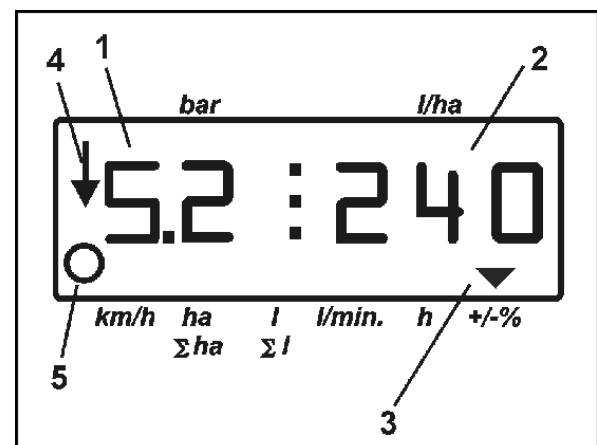

Fig. 13
- Tijdens het spuiten verschijnt het werkmenu op het display. Fig. 13/...
- o spuitdruk (1)
- o Momentane afgifte (2)
- o Machine in werkstand (4) (deelbreedtekleppen ingeschakeld, rijsnelheid)
- o Machine rijdt (5)